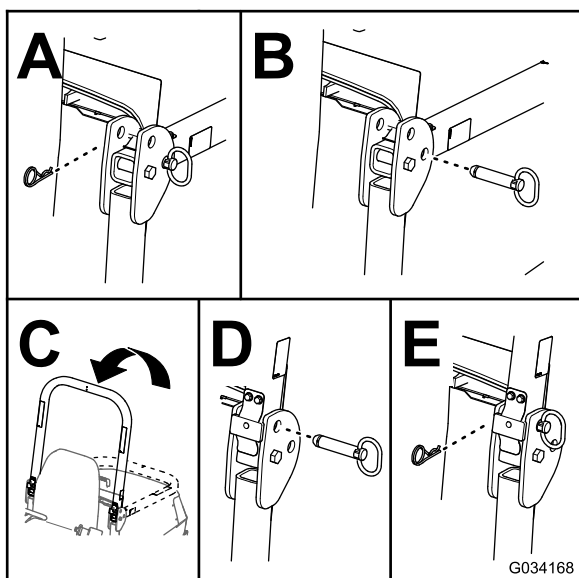

Bild 30
2. Nehmen Sie die Splinte und die Stifte vom Überrollbügel ab (Bild 30).
3. Klappen Sie den Überrollschutz nach oben und befestigen Sie diesen mit den Splinten und Stiften (Bild 30).